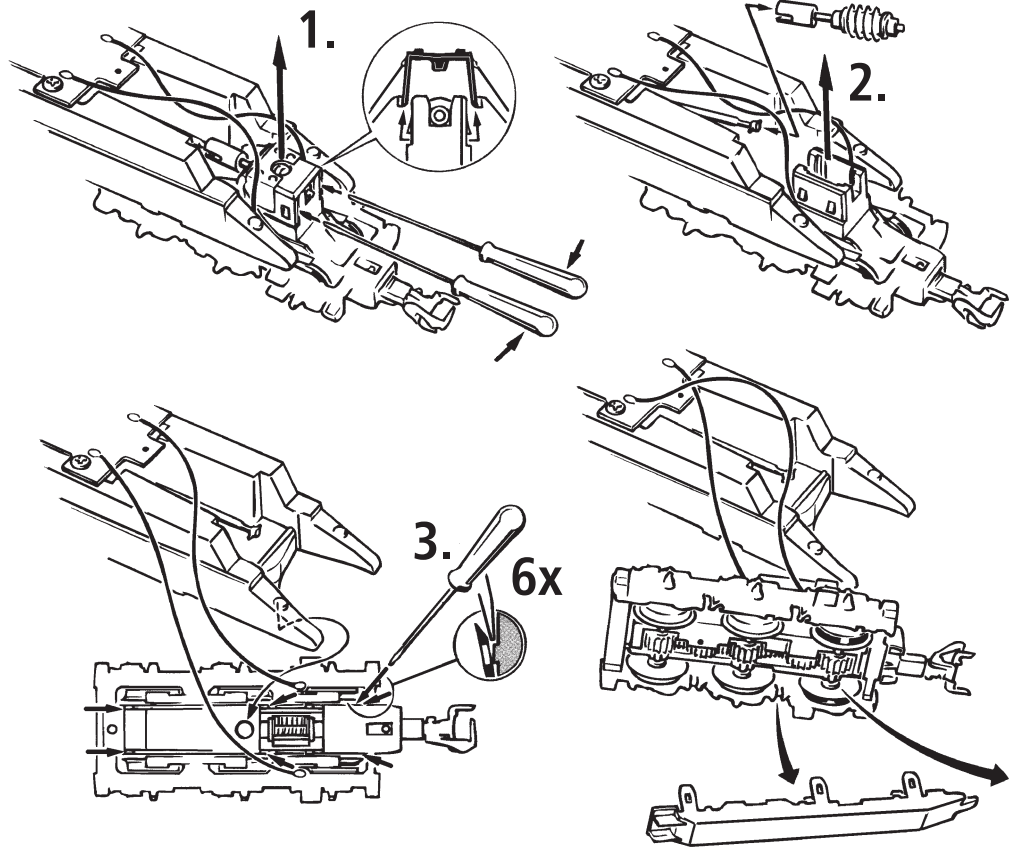
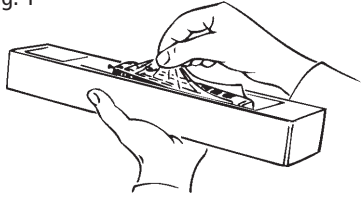

Fig. 8
Fig. 2
2. Schmierung: Versehen Sie die im Schmierplan in Fig. 6 gekennzeichneten Stellen mit nur **kleinen Öltropfen**. Dazu zuerst das Lokgehäuse abnehmen (Fig. 2). Wir empfehlen den **ROCO Öler Art.-Nr. 10906**. Fürs Schmieren der Getriebeteile (Zahnräder, Schnecke) empfehlen wir das **ROCO-Spezialfett Art.-Nr. 10905**. Im Falle der Schmierung diese Teile **nicht ölen**.
Mehrzugbetrieb: Zuerst Lokgehäuse abnehmen (Fig. 2). Danach den Brückenstecker aus der Schnittstelle entfernen (diesen sorgsam aufbewahren). Danach den Stecker des Decoders lagegerecht einsetzen (Fig. 3).
4. Kohlebürstenwechsel: Lokgehäuse abnehmen (Fig. 2). Danach wird der Motor ausgebaut und die Kohlebürsten ausgewechselt (Fig. 8).
2. Lubrication: Apply **tiny oil drops** to spots marked in fig. 6. Prior to lubrication dismantle locomotive (fig. 2). We recommend using item no. **10906, Roco oiler**. For lubrication the gearparts (e.g. cogwheels, worm) we would recommended our Roco **special grease** (item no. **10905**).
4. Carbon Brush Changing: First remove loco body (fig. 2), and then the motor (fig. 8).
2. Graissage: N'appliquez **qu'une tout petite goutte** aux endroits indiqués par le plan de graissage (fig. 6) après avoir démonté la caisse de la locomotive (fig. 2). Nous vous recommandons **le graisseur à huile Roco réf. 10906**. Pour graisser les engrenages (roues dentées, vis sans fin) nous vous conseillons la **graisse spéciale Roco réf. 10905** pour engrenages en matières synthétiques. Lorsque vous utilisez cette graisse il faut éviter d'huiler ces composants.
4. Remplacement des balais du moteur: Démontez la caisse (fig. 2). Démontez ensuite le moteur et échangez le balais (fig. 8).
1. siehe see voir } Fig.2